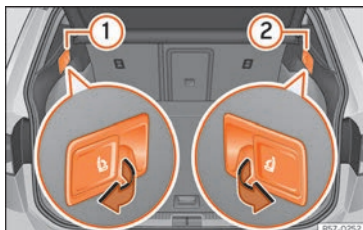

Fig. 162 Nel bagagliaio: leve per lo sblocco a distanza del lato sinistro ① e destro ② dello schienale posteriore
- Tirare la leva di sblocco a distanza dal lato sinistro » fig. 162 ① o destro ② dello schienale nel senso della freccia. Il lato sbloccato dello schienale posteriore si ribalta automaticamente in avanti.